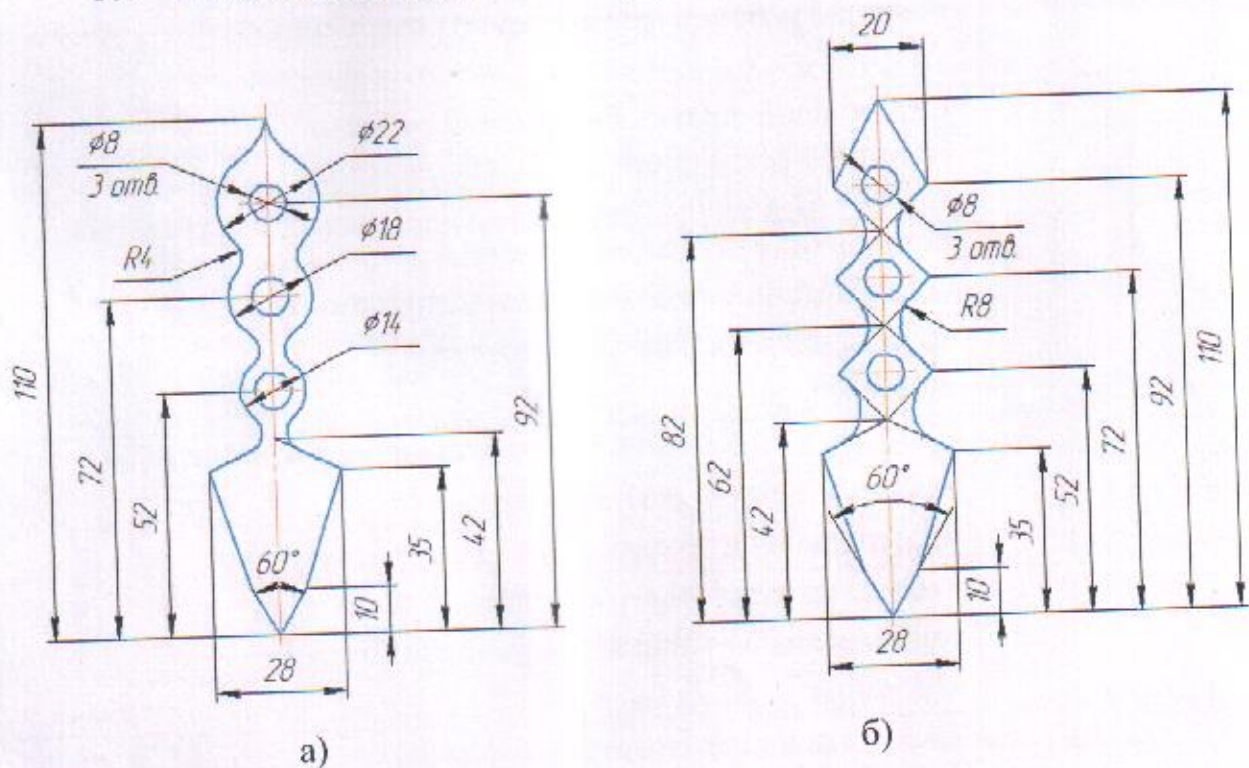

Рис. 2. Элементы солярного круга
4. По указанным данным, выполнить 2 чертежа: элемент а) и элемент б) (Рис.2). Чертежи выполняйте на формате А4, с оформлением рамки и основной надписи по ГОСТ 2.104-68 в масштабе 1:1.